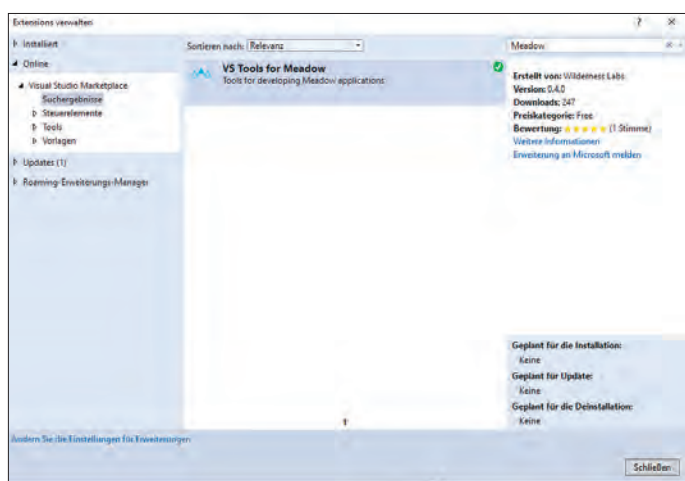

Figure 2. Sur demande, *Visual Studio* obtient automatiquement les mises à jour sur l'internet.
*Wilderness Labs* fournit le SDK actuel sous la forme d'un *plug-in Visual Studio*. Cliquez sur *Extensions Manage Extensions* pour charger l'assistant du *plug-in*. Nous passons ensuite à la section *Online* (**fig. 2**), et cherchons la chaîne *Meadow*.